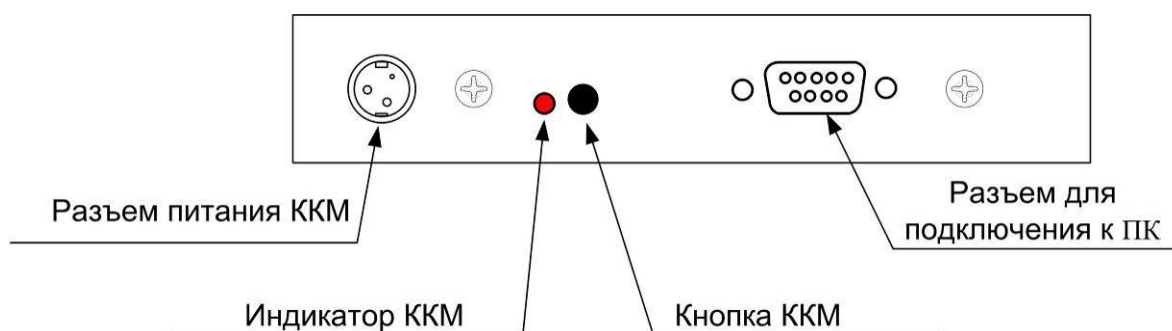

Рисунок 14 – Задняя панель принтера (ККМ).
2.4.2. Установите планку на заднюю панель принтера (см. рис. 14).
2.6.2. Для запуска технологического прогона необходимо включить ККМ, удерживая кнопку ККМ (см. рис. 14). После трёх звуковых сигналов отпустить кнопку. Начнётся печать технологического прогона (см. след. страницу):